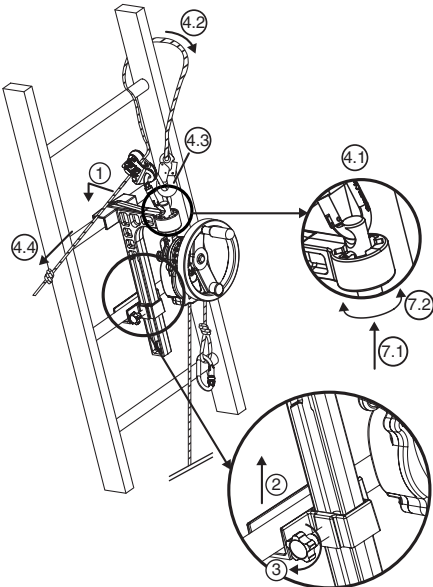

Fig. 6
6.3.2. Appareil derope™ UP B (Fig.6)
1. Mettre en place la grande console verrouillable sur le barreau de l'échelle à la position choisie pour réaliser l'opération de sauvetage, au dessus de la personne à évacuer (Fig. 6, 1).
2. Remonter le coulisseau de blocage au niveau du barreau immédiatement en dessous de celui qui reçoit la grande console (Fig. 6, 2).
3. Serrer l'axe de blocage du coulisseau à l'aide du bouton de serrage se trouvant sur le côté de la console (Fig. 6, 3).
- Fixer le connecteur du dispositif de réglage LCM 05 dans le trou du haut de l'axe de d'accrochage (Fig. 6, 4.1).
- Passer la longe d'assurage autour du barreau de l'échelle situé au dessus de la console en contournant l'un des montants de l'échelle (Fig. 6, 4.2).
- Connecter le connecteur de la longe d'assurage dans le connecteur du dispositif de réglage LCM 05 (Fig. 6, 4.3).
- Tendre la longe d'assurage en tirant sur le brin libre (Fig. 6, 4.4).
7. Orienter l'appareil derope™ selon le besoin en modifiant la position de l'axe d'accrochage dans le dispositif d'indexage (Fig. 6, 7.1 – 7.2).